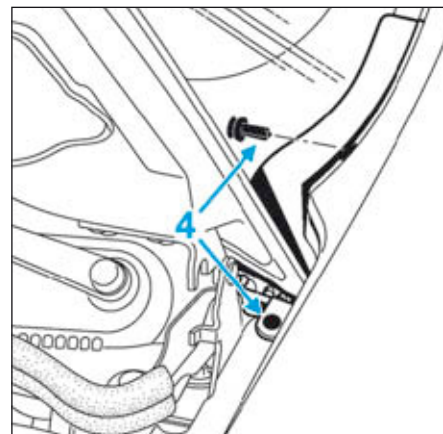

FIG.124
- Déclipper les agrafes (4) de l'enjoliveur de montant de baie de pare-brise (Fig.124).
- Clipper les agrafes (4) de l'enjoliveur de montant de baie de pare-brise (Fig.124).